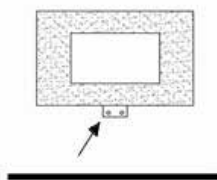

Fig. 5
- Markeer de positie van de 2x onderste gaten voor de kleine/korte beugel (zie afb. 5, gemarkeerd met de pijlaanduiding), verwijder de kachel.